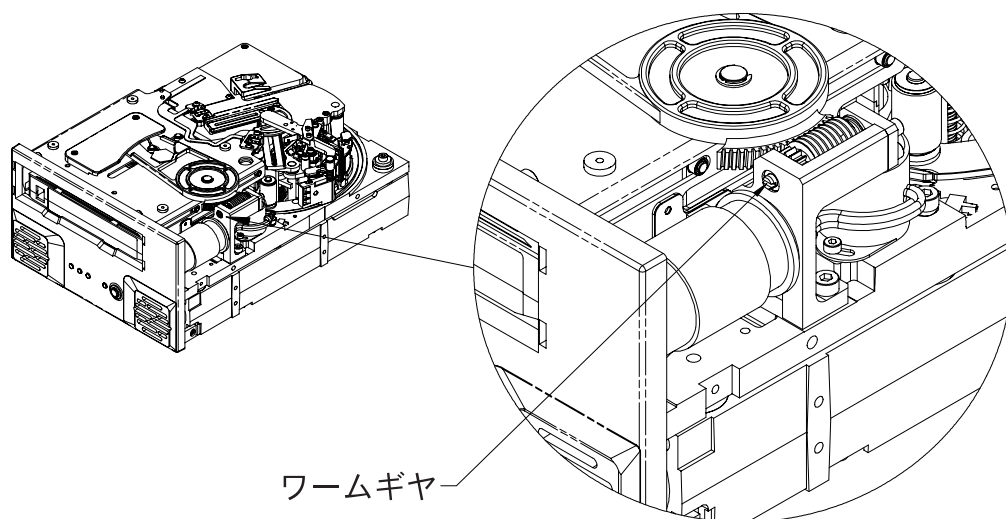

図 17 ワーム・ギヤを示した Viper 200
2. マイナス・ドライバーを使用してワーム・ギヤを時計と逆方向(左)に回転します。図 17 にワーム・ギヤの位置を示します。これによりカートリッジ・エレベータが徐々に上がり、カートリッジが部分的にドライブから滑り出すようになります。